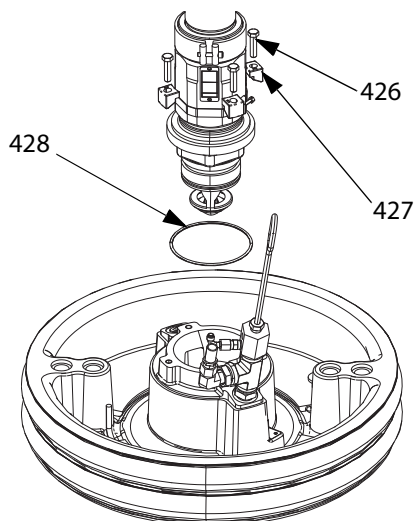

Рис. 35: Монтажный комплект емкости на 200 л
1. Установите на прижимную плиту (AD) уплотнительное кольцо (428) из монтажного комплекта. Поместите поршневой насос (AC) на прижимную плиту (AD), в случае крепления к пластине. См. Рис. 35.
2. Закрепите фланец входного отверстия насоса с помощью винтов (426), шайб (425) и зажимов (427) из монтажного комплекта 255392.